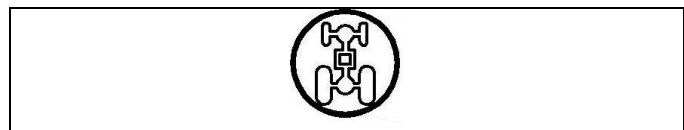

Abb. 5-98
- Der Allradantrieb ist eingeschaltet und auf dem Armaturenbrett leuchtet die Kontroll-Leuchte "Allradantrieb" (Abb. 5-98).